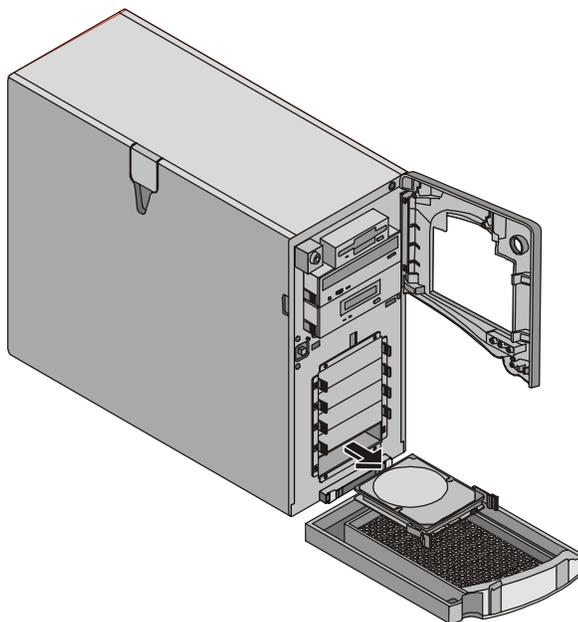

Figure 3-10. Retrait du lecteur de disque dur à remplacement à froid
4. Soutenez le lecteur tout en le tirant doucement directement vers vous. Voir Figure 3-10.